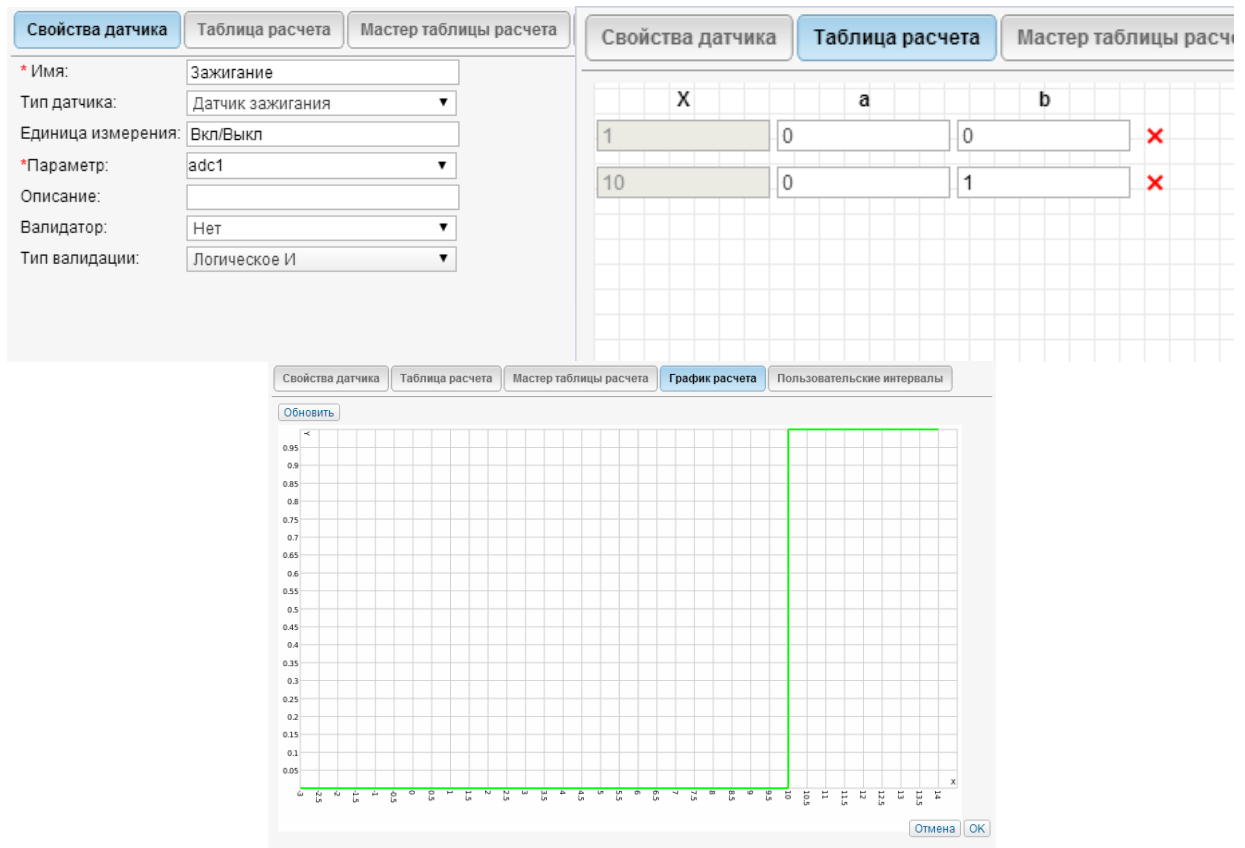

Рис.4.2.1.Настройка входа зажигание в Wialon'e
- 3) Настройка мониторингового программного обеспечения(Wialon) для работы с датчиком зажигания (Рис.4.2.1.).